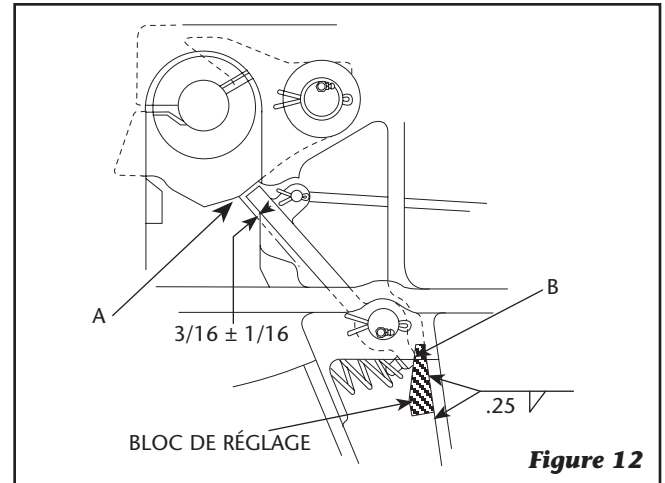

Figure 12
- A.** Préinstaller le verrou secondaire (10) en position fermée dans la pièce moulée. N'installez pas encore le ressort, la poignée ou la goupille de verrouillage secondaire. Alignez les trous des goupilles de verrouillage et faites pivoter le verrouillage secondaire contre le bloc de réglage. Vérifier l'emplacement de l'extrémité de la serrure secondaire par rapport à la serrure battante. Il doit être à $3/16'' (0,188'') \pm 1/16'' (0,06'')$ du point (A) sur le verrou pivotant (voir Figure 12) lorsque le verrou secondaire repose contre le bloc de réglage au point (B).